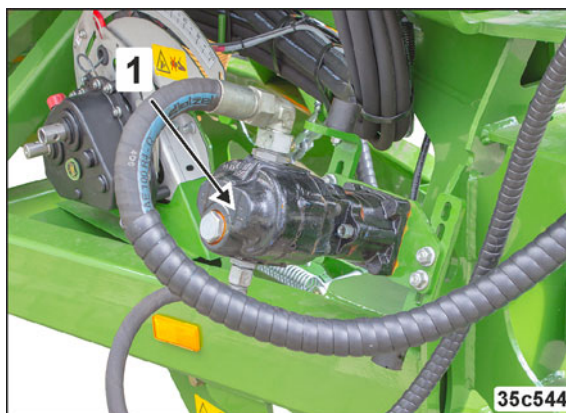

Fig. 164
5. Sæt hydraulikpumpen (Fig. 164/1) på tranportholderen.